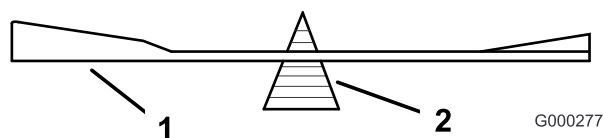
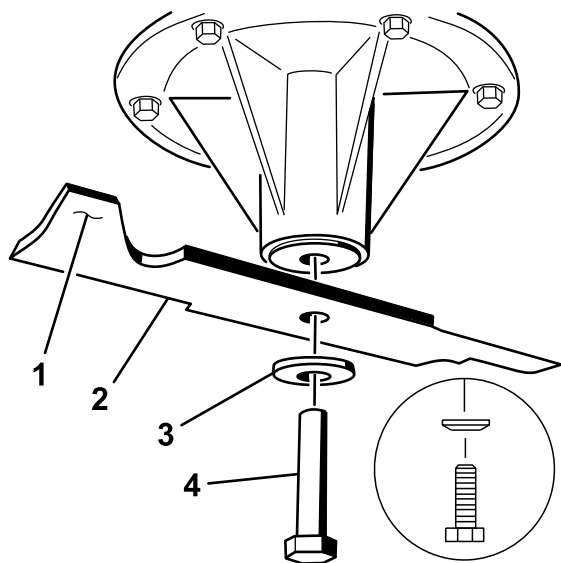

Figure 96
Figure 97
2. Vérifiez l'équilibre de la lame en la plaçant sur un équilibreur (Figure 96). Si la lame reste horizontale, elle est équilibrée et peut être utilisée. Si la lame est déséquilibrée, limez un peu l'extrémité de la partie relevée seulement (Figure 97).
1. Placez la lame sur l'axe (Figure 97).
2. Mettez en place la rondelle élastique et le boulon de la lame. Le côté bombé de la rondelle élastique doit être dirigé vers la tête du boulon (Figure 97). Serrez le boulon de lame à un couple de 115 à 150 Nm (85 à 110 pi-lb).